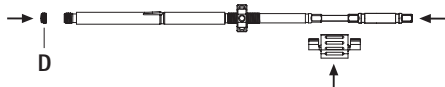

Fig. 12
- Introduzir a chave de fendas no tubo interno, proteger com o espaçador e inserir o parafuso de travagem **D**, ver Fig. 12.